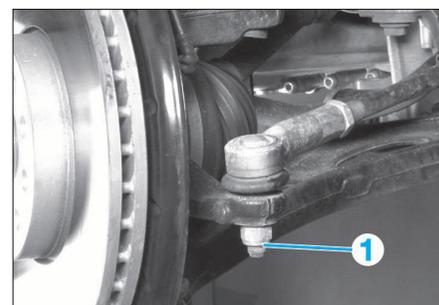

FIG. 6
- De chaque côté, déposer l'écrou (1) de la rotule de direction puis désaccoupler celle-ci du pivot à l'aide d'un extracteur (Fig.6).
- l'écrou (1) de la rotule de direction et la désaccoupler du pivot, à l'aide d'un arrache-rotule (Fig.6).